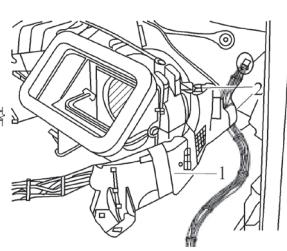

图 5-17 取出空调暖风装置
14) 如图 5-17 所示，旋出螺栓 2，从空调暖风装置上脱开线束支架 1。从车辆中取出空调暖风装置。